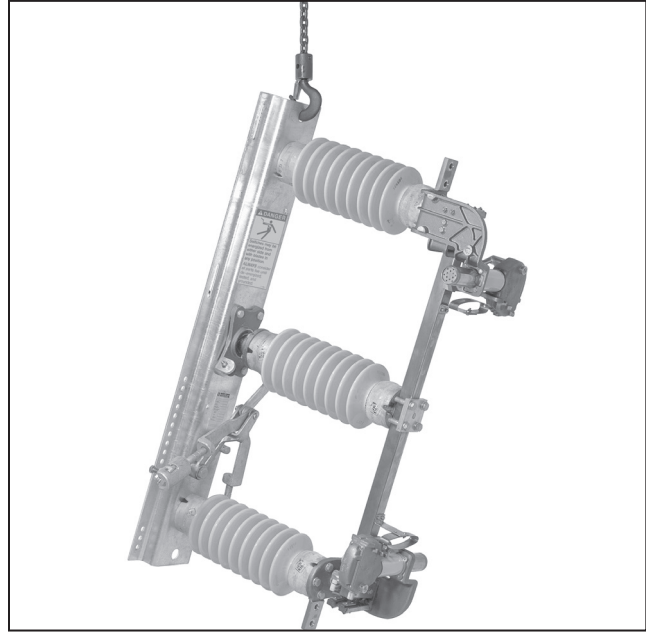

Figura 9. Levante as unidades-polo da chave na posição.
**PASSO 6.** Levante as unidades-polo da chave e fixe-as na posição com parafusos, como mostrado no diagrama de montagem. Ver Figura 9.